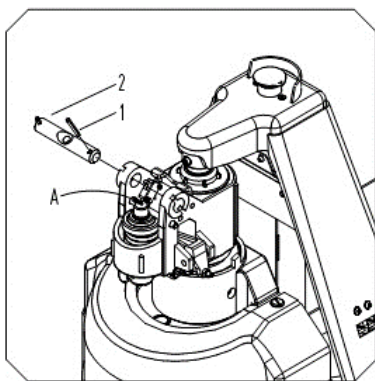

Рисунок 1
- См. рисунок 1. Вынуть штифт (1) из штифта (2), а затем вытащить штифт (2).